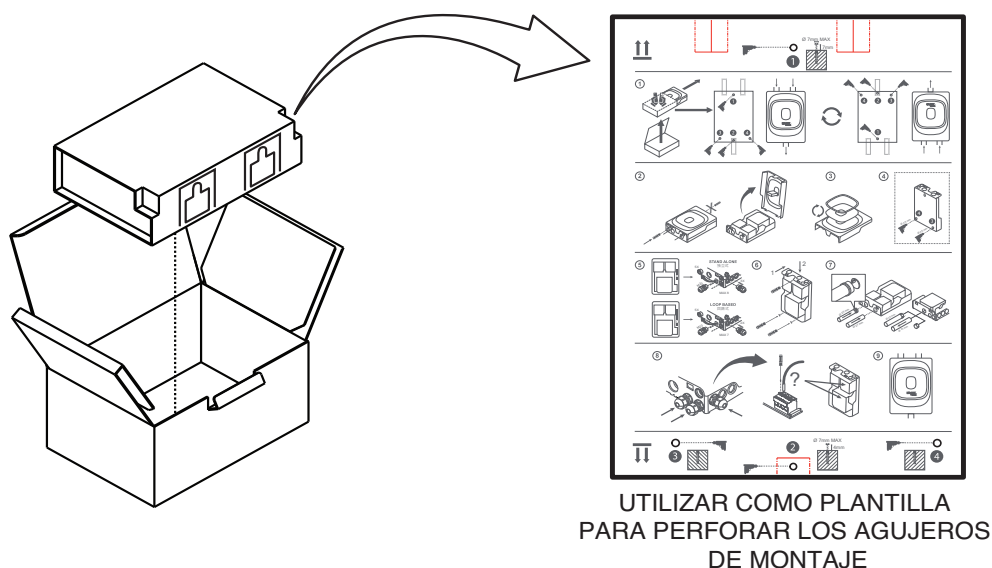

Figura 3-2: Plantilla de montaje
1. La cubierta de la caja FAAST FLEX direccionable, se proporciona una plantilla para los agujeros de montaje (véase la Figura 3-2).